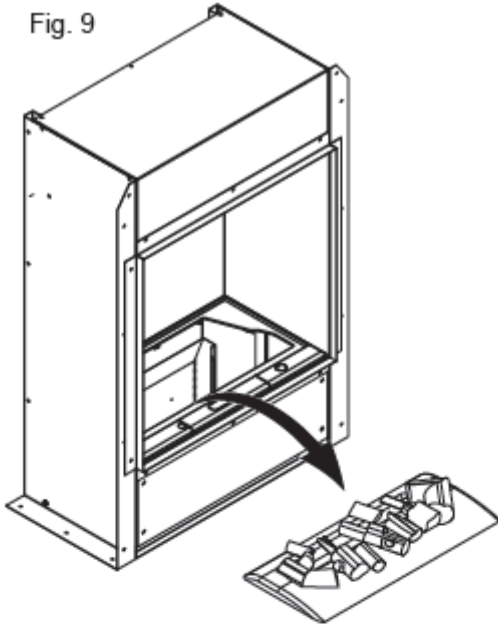

Fig. 10
4. Ostrożnie wysunąć do góry filtr powietrza (Rys. 10).